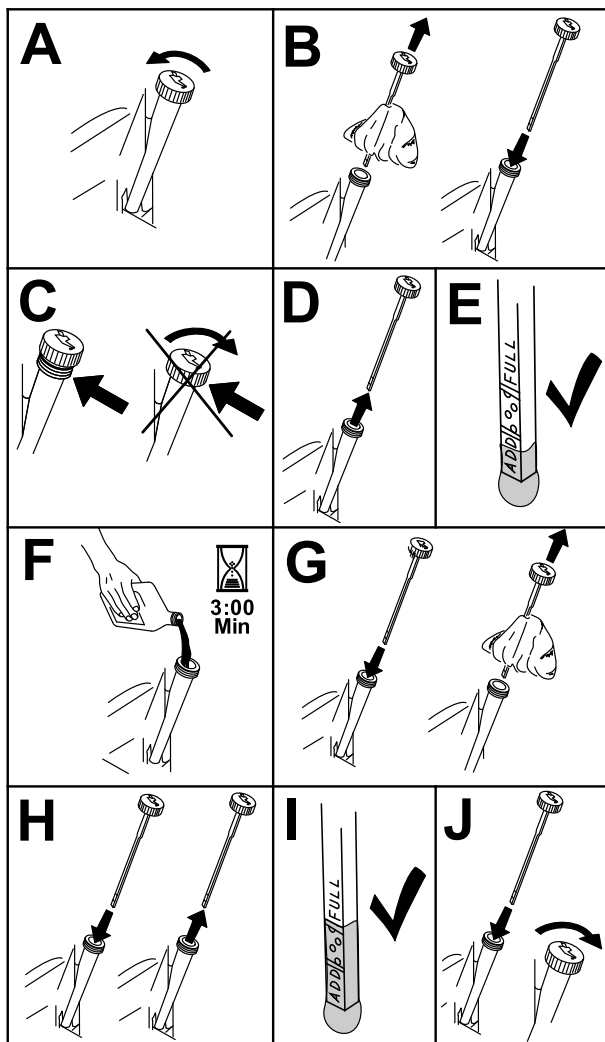

Figura 49
2. Pare el motor, retire la llave y espere a que se detengan todas las piezas en movimiento antes de abandonar el puesto del operador (Figura 49).